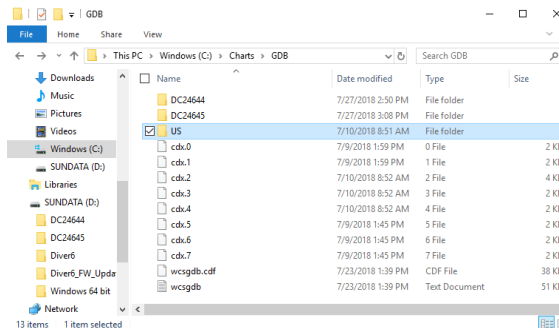

Figura 74: Directorio de gráficos
1. Descargue sus gráficos y colóquelos en su directorio GDB de gráficos. Consulte (Figura 74) el ejemplo de estructura de directorios a la derecha.